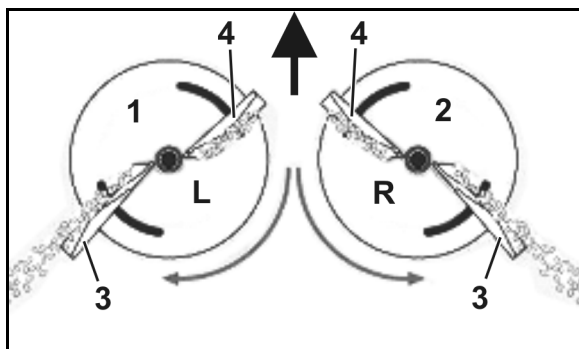

Bild 27
- Vänster spridartallrik Bild 27(/1) med markering **L**.
- Höger spridartallrik Bild 27(/2) med markering **R**.
- Lång (Bild 27/3) – inställningsskala med värden från **30** till **50**.
- Kort (Bild 27/4) – inställningsskala med värden från **0** till **20**.